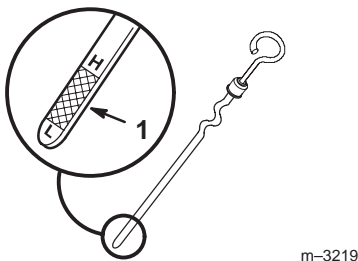

Bild 6
4. Schrauben Sie den Ölpeilstab los und wischen das Metallende ab (Bild 6).
6. Ziehen Sie den Peilstab wieder heraus und kontrollieren das Metallende (Bild 6). Füllen Sie Öl nach, wenn der Ölstand niedrig ist (in der Nähe der L-Marke), siehe Motoröl, Seite 27.